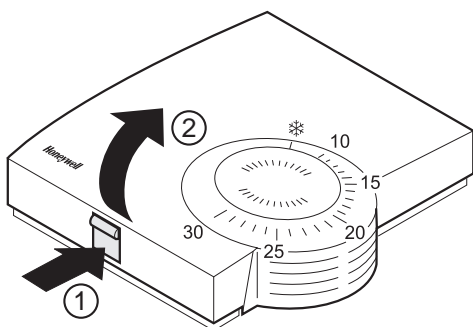

Fig. 11 De behuizing wegnemen
- ▶ Neem de behuizing van de ruimtebediening HCW 80 weg (zie Fig. 11 De behuizing wegnemen).